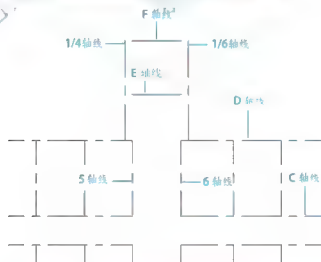

图 2.36 用【修剪】命令修剪后的图形
(2) 执行【修剪】命令,将图修改成如图2.36所示的状态。